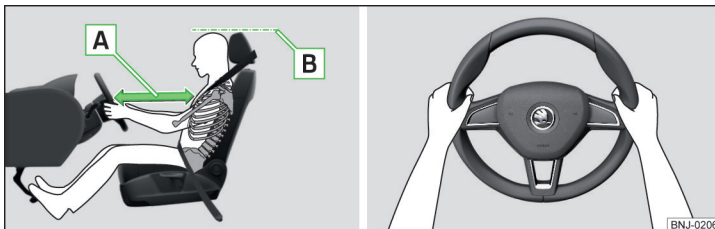

Abb. 14 Richtige Sitzposition des Fahrers / Richtige Lenkradhaltung
- ✓ Das Lenkrad so einstellen, dass der Abstand zwischen Lenkrad und Brustbein mindestens 25 cm beträgt » Abb. 14 - [A].
- ✓ Die Kopfstütze so einstellen, dass die Oberkante der Kopfstütze sich möglichst auf einer Höhe mit dem oberen Teil Ihres Kopfes befindet (gilt nicht für Sitze mit integrierter Kopfstütze) » Abb. 14 - [B].
- Während der Fahrt das Lenkrad mit beiden Händen seitlich am äußeren Rand in der „9-Uhr“- und „3-Uhr“-Position festhalten » Abb. 14. Niemals das Lenkrad in der „12-Uhr“-Position oder in einer anderen Art und Weise festhalten (z. B. in der Lenkradmitte, am inneren Lenkradrand u. Ä.). Anderenfalls könnte man sich bei der Airbagauslösung schwere Verletzungen an Armen, Händen und Kopf zuziehen.
- ✓ Die Kopfstütze so einstellen, dass die Oberkante der Kopfstütze sich möglichst auf einer Höhe mit dem oberen Teil Ihres Kopfes befindet » Abb. 14 auf Seite 19 - **B** (gilt nicht für Sitze mit integrierter Kopfstütze).
» Abb. 14 auf Seite 19 - **B**.